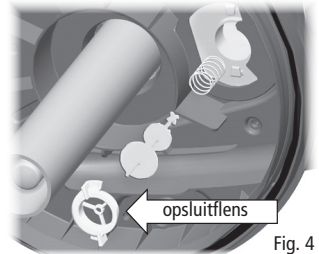
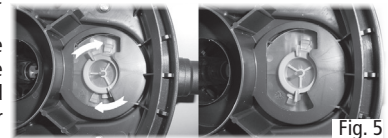

Fig. 4
Fig. 5
7. U kunt nu aan de schuimfilters (M). Verwijder ze allemaal tegelijk door het binnenste steunkader van schuim (N) vast te nemen en op te heffen.
8. Maak de schuimfilters (M) los van het steunkader (N) en spoel ze met vijverwater of vervang ze als dat nodig blijkt.
9. Spoel de biologische media in het onderste gedeelte van de filterkast (Q) met vijverwater of vervang ze als dat nodig blijkt. Pressure-Flo 1000/3000 UVC heeft geen kamer van biologische media.
10. Reinig de filterkast (Q) met water, vooral rond de bovenrand waar zich de O-ring (P) voor de afdichting van het deksel bevindt.
11. Maak zo nodig de reinigingsindicator (U) schoon nadat u die als volgt gedemonteerd heeft (de keuzeschakelaar (V) moet in de filtreerstand staan): 1) verwijder de opsluitflens (E) door ze naar links te draaien, 2) verwijder de indicator en zijn veer. Spoel alle onderdelen in water en steek ze voorzichtig terug ineen. (Fig. 4 - Fig. 5).
12. Controleer en reinig de twee reinigingschoepen (L) en de geleistangen. Vervang zo nodig de schoepen door nieuwe. Elke schoep kan eenvoudig van de geleistang worden losgemaakt door de schroef in het midden los te draaien.
14. Steek de eenheid voorzichtig terug ineen. Zorg dat de biologische filtermedia niet botsen met het steunkader van schuim (N) en dat het kader correct hersteld wordt.